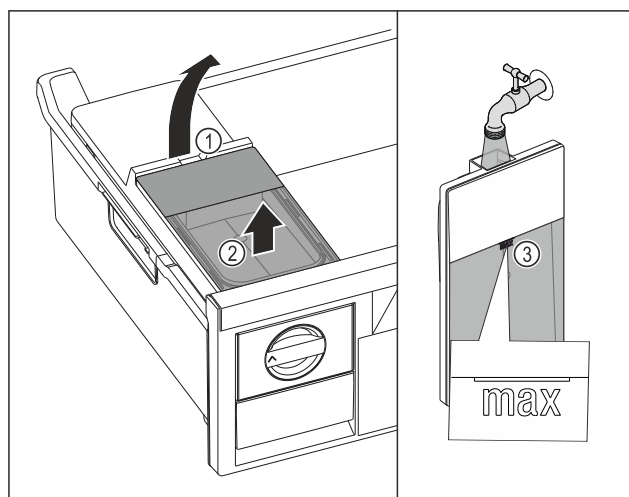

Fig. 100
- ▶ Løft vannbeholderen ved utsparringen Fig. 100 (1).
- ▶ Løft vannbeholderen ut av skuffen. Fig. 100 (2)
- ▶ Fyll vanntanken med vann opp til markeringen Fig. 100 (3).